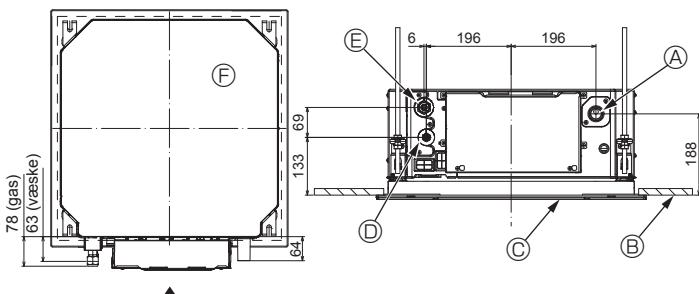

Fig. 3-1
3.1. Placering af indendørsenhedens kølemiddelrør og afløbsrør (Fig. 3-1)